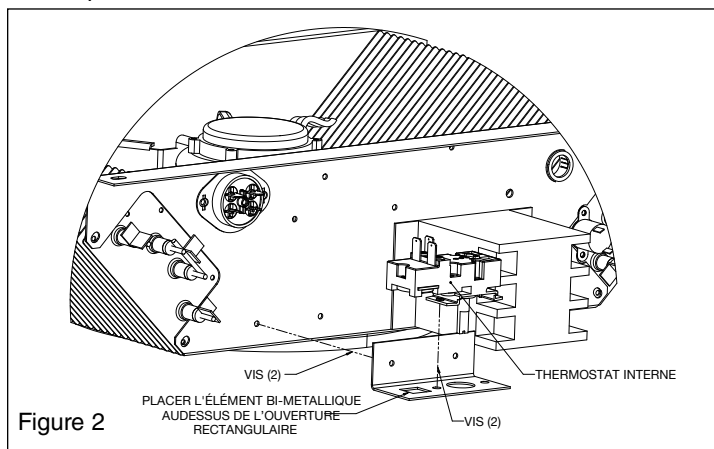

Figure 2
1. Installer le thermostat interne dans le radiateur comme illustré dans la figure 2.